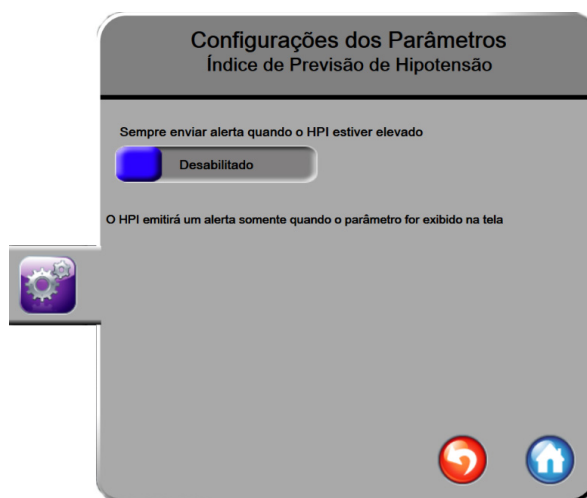

Figura 12-4 Configurações dos Parâmetros - Botão HPI na barra de informações
- 5 Toque no botão **Sempre enviar alerta quando o HPI estiver elevado** para mudar para **Desabilitado**. Consulte figura 12-4.